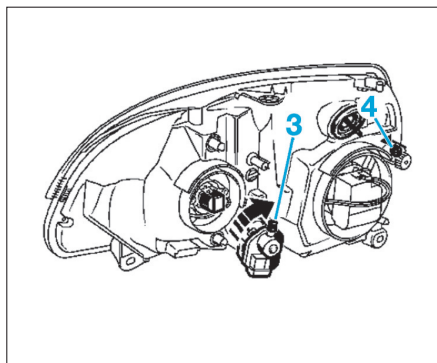

Fig. 9
- Actionner la vis (3) pour le réglage en hauteur (Fig.9),